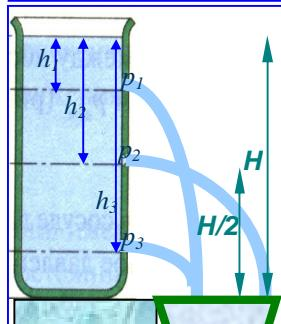
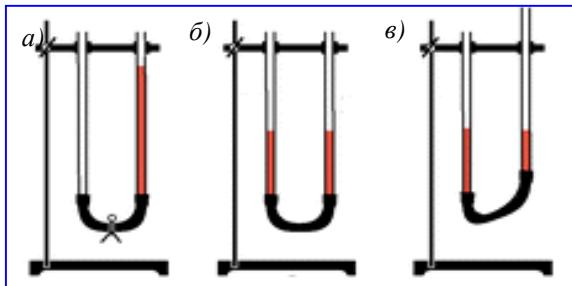
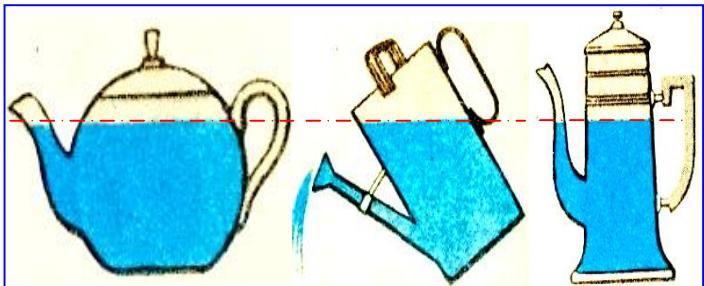

Рис. 36.3. Сосуд с водой и отверстиями на разных высотах.
Рис. 37.3. Сообщающиеся сосуды в виде трубок, соединенных резиновой трубкой.
Рис. 38.3. Лейка, чайник, кофейник – примеры бытовых сообщающихся сосудов.
1. Возьмите высокий сосуд. В боковой поверхности его на разной высоте от дна сделайте три небольших отверстия. Закройте отверстия спичками и наполните сосуд водой. Откройте отверстия и проследите за струйками вытекающей воды (рис. 36.3). Почему вода вытекает из отверстий? Из чего следует, что давление увеличивается с глубиной? Почему струя на высоте $H/2$ бьет дальше всего?
На рис. 37.3 изображены два сосуда в виде стеклянных трубок, соединенные между собой резиновой трубкой. Такие сосуды называют *сообщающимися*. Из опыта мы знаем, что вода, налитая, например, в чайник или лейку, стоит всегда в резервуаре чайника или лейки и в боковой трубке на одном уровне (рис. 38.3).
Например, в начале опыта (см. рис. 36.3, а) зажмём резиновую трубку в середине и в одну из трубок нальём воду. Затем зажим откроем. Вода начнёт перетекать в другую трубку до тех пор, пока поверхности воды в обеих трубках не установятся на одном уровне (рис. 36.3, б). Можно закрепить одну из трубок в штативе, а другую поднимать, опускать или наклонять в стороны. И в этом случае, как только жидкость успокоится, её уровни в обеих трубках будут одинаковыми (рис. 36.3, в). На этом и основано устройство бытовых сообщающихся сосудов, рис. 38.3.
Жидкость покоятся, не перемещаясь из одного сосуда в другой (см. рис. 36.3, б). Значит, давления в обоих сосудах на любом уровне одинаковы. Жидкость в обоих сосудах одна и та же, т. е. имеет одинаковую плотность ρ . Следовательно, должны быть одинаковы и ее высоты h . Когда мы поднимаем один сосуд или доливаем в него жидкость, то давление p в нем увеличивается и жидкость перемещается в другой сосуд до тех пор, пока давления не станут одинаковыми.
4. Изменится ли расположение жидкости (см. рис. 36.3), если правый сосуд будет шире левого? уже левого? если сосуды будут иметь разную форму?